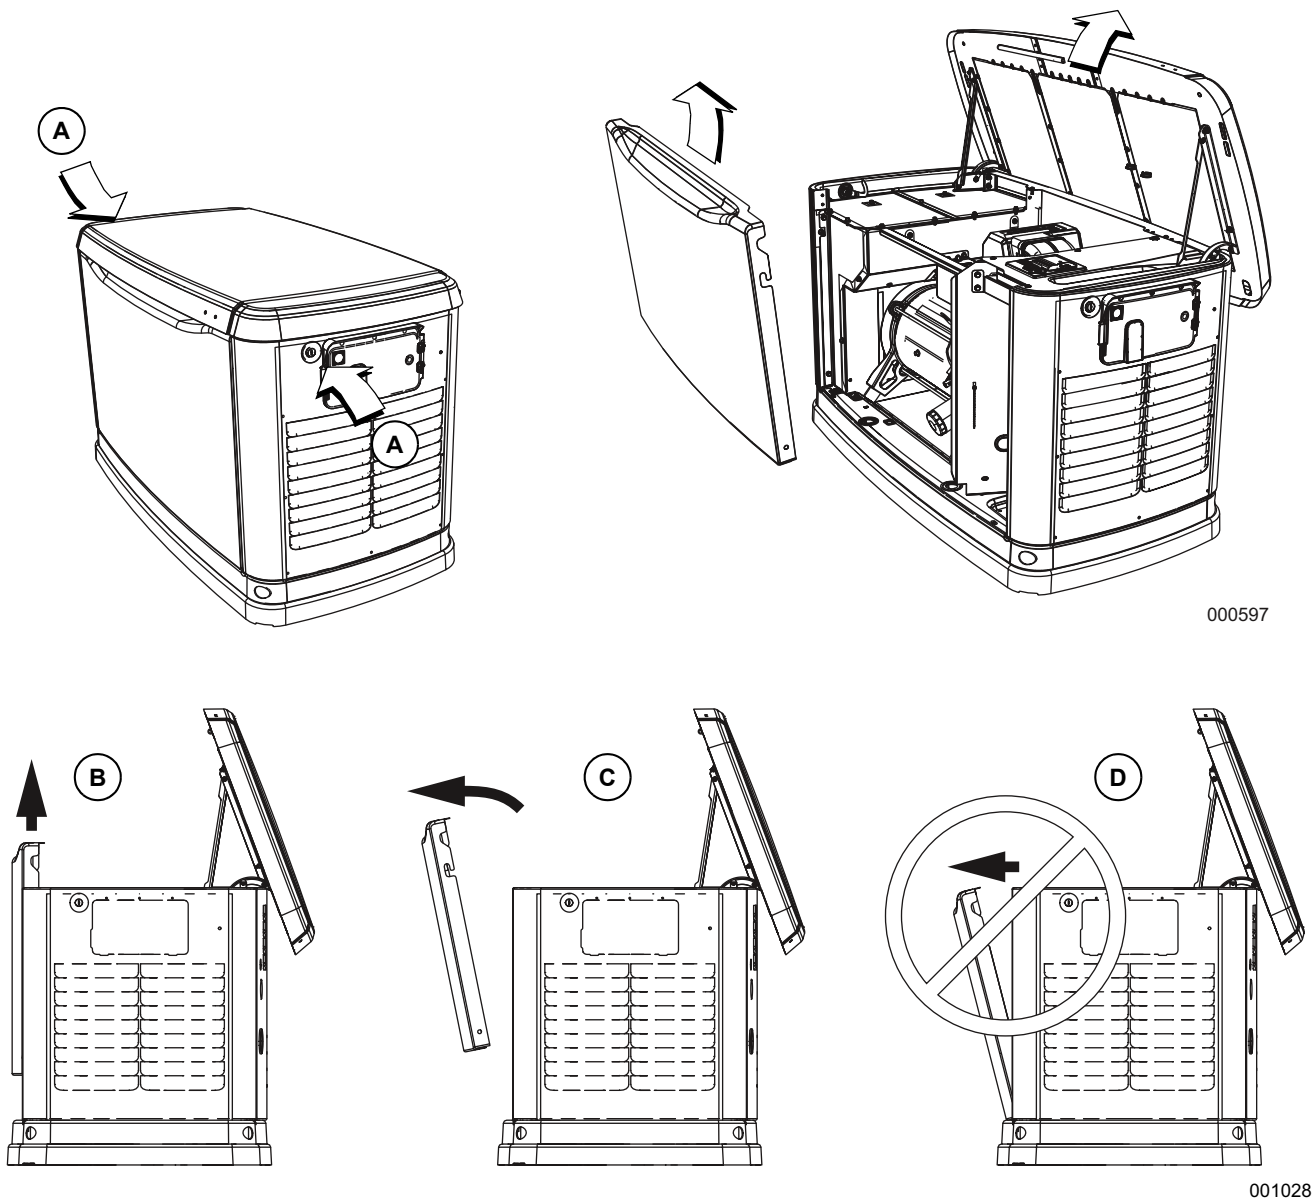

Figura 3-3. Ubicación de la cerradura lateral y retiro del panel delantero
- Hay dos cerraduras que fijan la tapa, una a cada lado (A en Figura 3-3). Para abrir la tapa correctamente, presione hacia abajo en la tapa sobre el cierre lateral y desenganche el pestillo.
NOTA: Siempre levante el panel de acceso delantero hacia arriba antes de tirar alejándolo del gabinete (B y C en la Figura 3-3). No tire del panel alejándolo del gabinete antes de levantarlo (D en la Figura 3-3).